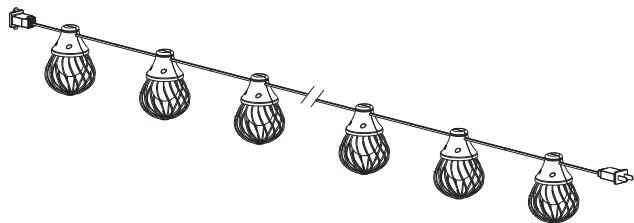

Figura 2
- Repita el paso 1 hasta que todas las lámparas estén ensambladas. Figura 2.